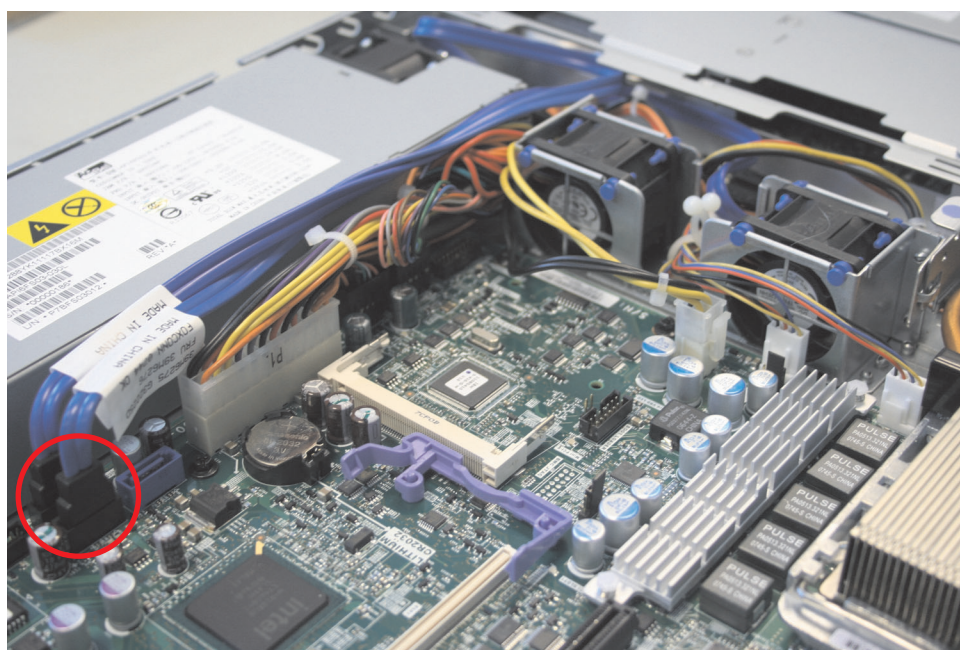

図 119. SAN ボリューム・コントローラー 2145-8A4 SATA ケーブル・コネクタ
8. 図 119 に示すように、バック・プレートに接続されている 2 本の SATA ケーブルが、システム・ボードのどこに接続されているかを覚えておきます。それから 2 本の SATA ケーブルをシステム・ボードから外します。